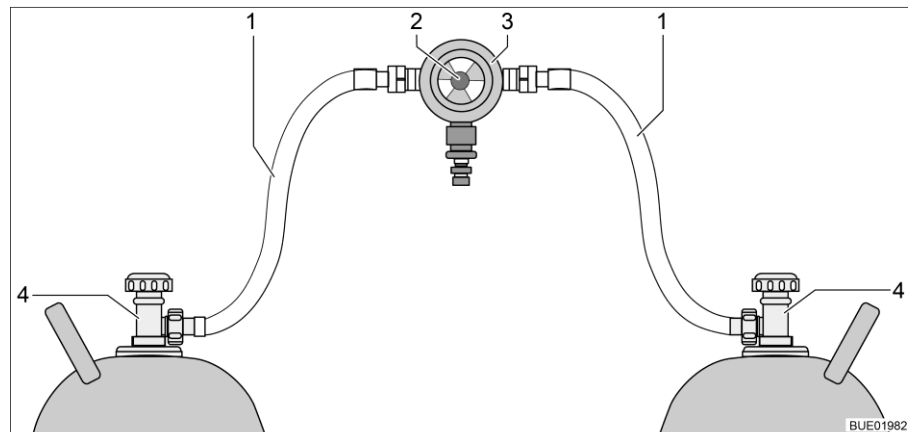
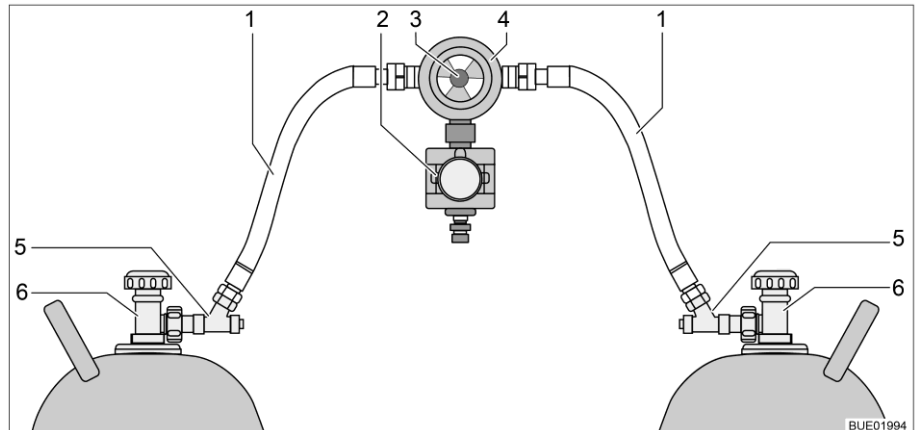

Fig. 177 Instalación de conmutación de bombonas de gas
Fig. 178 Instalación de conmutación de bombonas de gas con CPU
La instalación de conmutación de bombonas de gas consiste de un regulador de presión de gas combinado, con válvula selectora e indicador (Fig. 177,3). La instalación de conmutación de bombonas de gas está montada entre las dos gomas del gas (Fig. 177,1).
La instalación de conmutación de bombonas de gas consiste de un regulador de presión de gas combinado, con válvula selectora e indicador (Fig. 178,4) y una electroválvula (Fig. 178,2). En caso de una frenada a fondo, un accidente o una extrema posición inclinada, la electroválvula bloquea el suministro de gas al vehículo. La instalación de conmutación de bombonas de gas está montada entre las dos gomas del gas (Fig. 178,1) con dispositivos de seguridad en caso de rotura de manguera (Fig. 178,5).
Con el botón giratorio (Fig. 177,2 ó bien Fig. 178,3) en la instalación de conmutación de bombonas de gas se puede determinar cuál de las bombonas de gas se utilizará como bombona de servicio y cuál bombona de gas como bombona de reserva.
En la unidad de mando (Fig. 179) únicamente pueden conmutarse las funciones eléctricas. Las llaves de paso principales de las bombonas de gas (Fig. 177,4 ó bien Fig. 178,6) deben abrirse y cerrarse a mano.
- Abrir las llaves de paso principales en las bombonas de gas (Fig. 177,4 ó bien Fig. 178,6).
- Pulsar los dispositivos de seguridad en caso de rotura de manguera (Fig. 178,5), uno tras otro, por 10 segundos.
- Con el botón giratorio (Fig. 177,2 ó bien Fig. 178,3) en la instalación de conmutación, seleccionar la bombona de gas de la que habrá de tomarse el gas con prioridad (bombona de servicio). Girar el botón giratorio siempre hasta el tope.
- Cerrar las llaves de paso principales en las bombonas de gas (Fig. 177,4 ó Fig. 178,6).